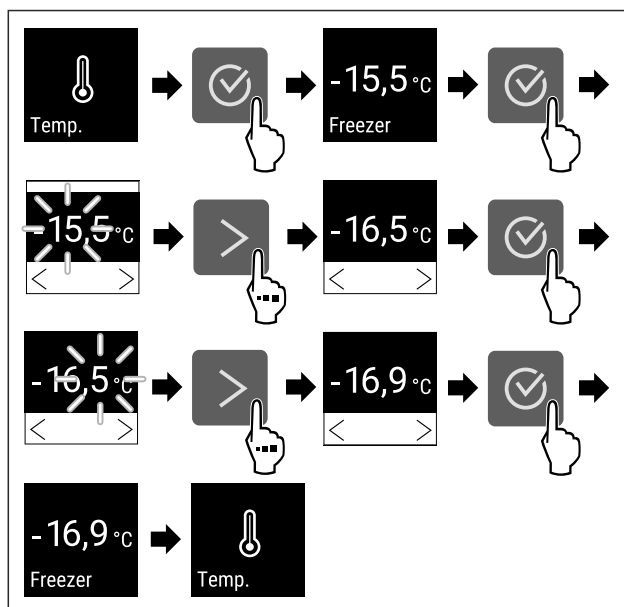

Fig. 65 Changement de température de -15,5°C à -16,9°C
- Suivre les étapes (voir Fig. 65).